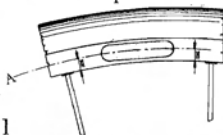

Fig. 1
- 2) Le parallélisme de l'axe A avec la jante (fig. 1) se règle dévissant légèrement l'écrou 11 et en tournant le patin.